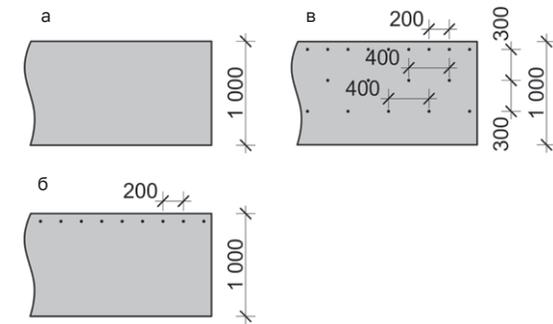

Рис. 11. Схема расположения крепежа для подкладочных ковров Döcke.
4.1.4 Самоклеящиеся подкладочные ковры Döcke допустимо монтировать без дополнительной механической фиксации при температуре окружающего воздуха не ниже +15 °C (рис. 11а). Самоклеящийся подкладочный ковер необходимо крепить гвоздями
(тип 1, таблица №1) по схеме приведённой на рис. 11в в тех случаях, когда планируются перерывы в работе, а так же в случае осуществления монтажа при температуре ниже +15 °C.